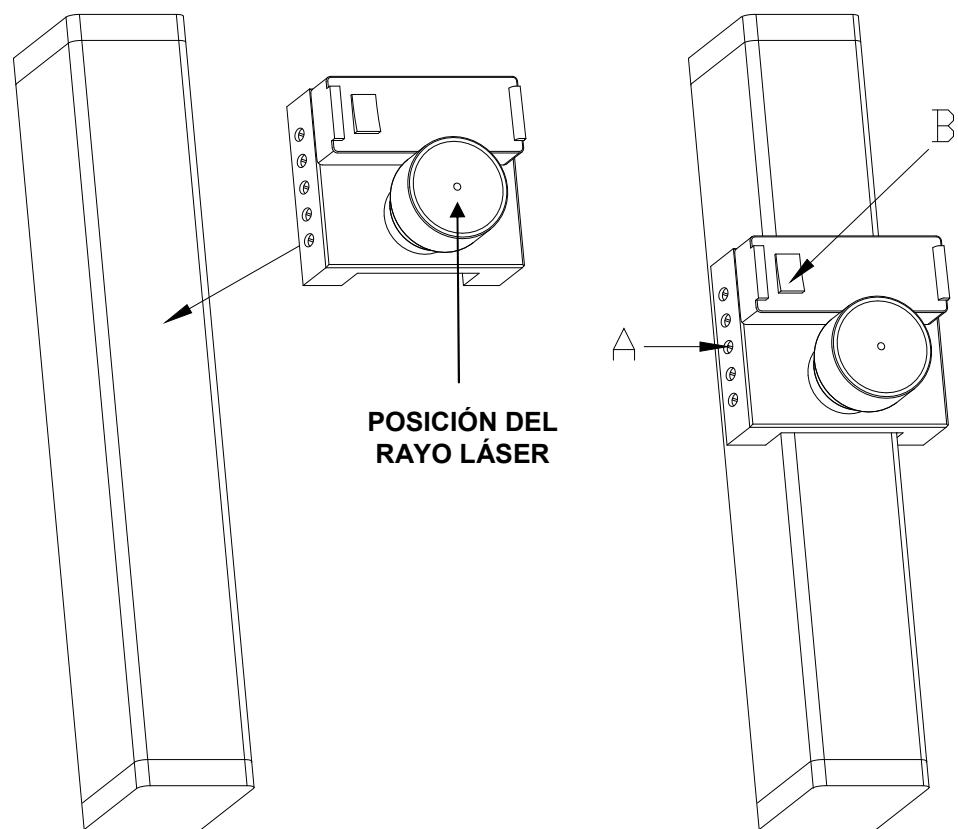

Figura 1
- Si el dispositivo no se encaja de la barrera, actuar en los cinco tornillos en el lado del dispositivo (ver detalle A en la figura 1).